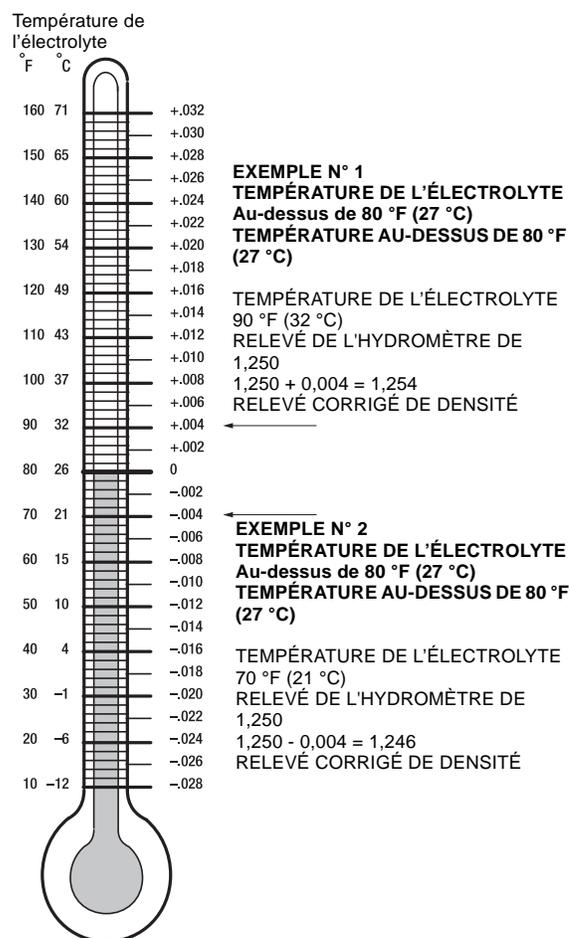

Fig. 29 Correction de la température de l'hydromètre
4. Ajouter ou soustraire quatre points (0,004) au résultat obtenu pour chaque 10° F (6° C) de température d'électrolyte se situant au-dessus ou au-dessous de 80° F (27° C). Ajuster le résultat pour se conformer à la température de l'électrolyte. Exemple : si le résultat indique une gravité spécifique de 1,250 et que la température de l'électrolyte est de 90° F (32° C), **ajouter** quatre points (0,004) à 1,250 pour obtenir un résultat corrigé de 1,254. Il en est de même quand la température est de 70° F (21° C), soustraire alors quatre points (0,004) de 1,250 pour obtenir un résultat corrigé de 1,254. Il en est de même quand la température est de 70° F (21° C), **soustraire** alors quatre points (0,004) de 1,250 pour obtenir un résultat corrigé de 1,246 (Fig. 29, page 24).